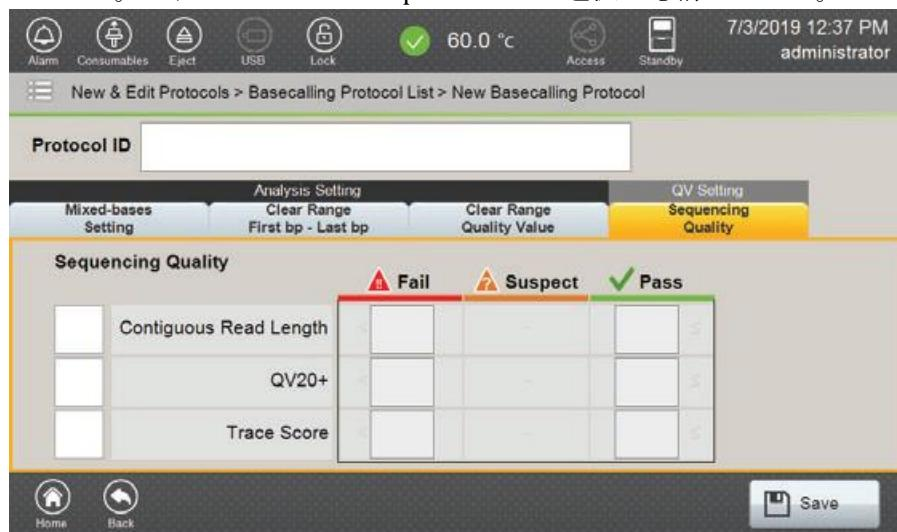

図 126 Sequencing Quality タブ
| Sequencing Quality        | <p>データの Pass や fail を判断する CRL、QV20+、Trace Score 値を決めます。（図 126）これらの Pass と Fail の設定値の間にあるデータは、Suspect としてフラグが立てられます。（データが許容できるか、再度ランが必要かどうかを判断するために、Result タブで確認することをお勧めします。）CRL、QV20+、Trace Score の定義に関するセクション 5.7 の Result タブをご参照ください。</p> <p>ソフトウェアが許可する CRL の最小値と最大値は、それぞれ 1bp と 800bp です。Fail の項目に入力する値は、Pass の項目の値より常に小さくなければなりません。</p> <p>QV20+の最小値と最大値は、それぞれ 1bp と 800bp です。Fail の項目に入力する値は、Pass の項目の値より常に小さくなければなりません。</p> <p>Trace Score の最小値と最大値は、それぞれ 1 と 60 です。Fail の項目に入力する値は、Pass の項目の値より常に小さくなければなりません。</p>   |
8. Sequencing Quality タブ（図 126）を選択し、CRL、QV20+、Trace Score 値を pass する最小値と fail する最大値のデフォルト設定を明確にしてください。Sequencing quality を評価するために、CRL、QV20+、Trace Score の左にある適切なボックスにチェックを入れて、使用するパラメーターを選択してください。